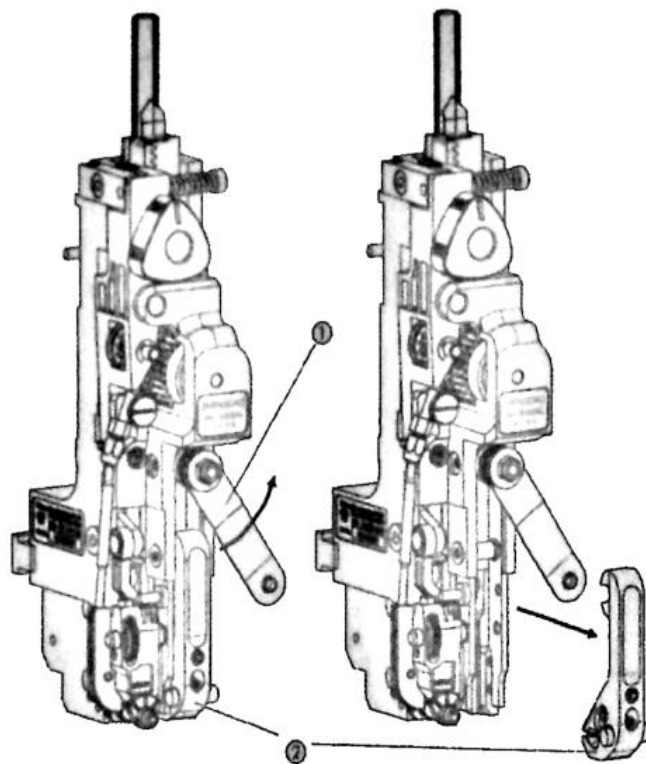

Рис. 13
- Замена формировочного узла (Рис.13)